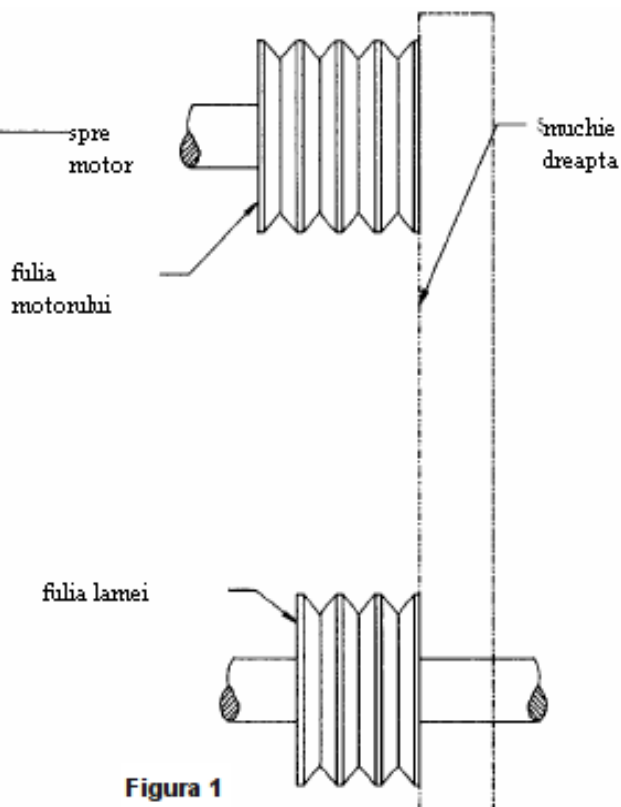

Figura 1
- Pentru un aliniament corect folositi o rigla de otel (vezi figura 1).